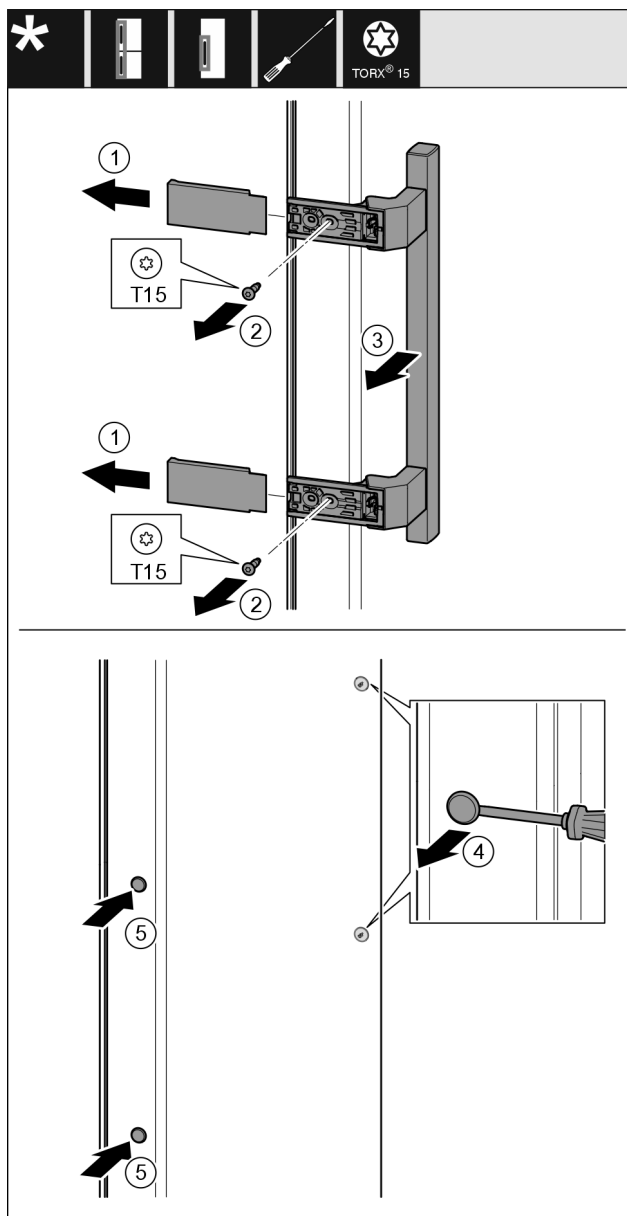

Fig. 23
- 拆下盖板 Fig. 23 (1)。
- 用螺丝刀将螺钉 Fig. 23 (2)旋开。
- 取下把手 Fig. 23 (3)。
- 用带槽螺丝刀小心地提起侧边的堵头 Fig. 23 (4)并将其拉出。
- 将堵头 Fig. 23 (5)重新放入另一个侧。